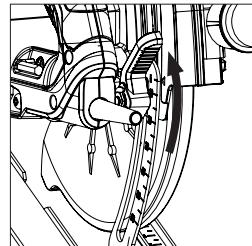

Fig. 10
- Slăbiți mecanismul de blocare a adâncimii reglate trăgând în sus de clapeta de operare. (**Fig. 10**) (CCSL în imagine.